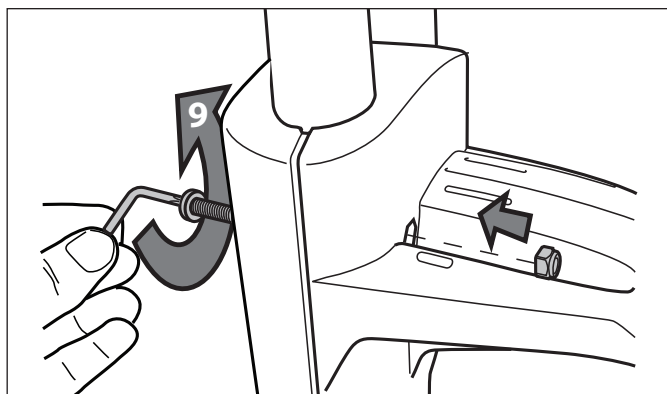
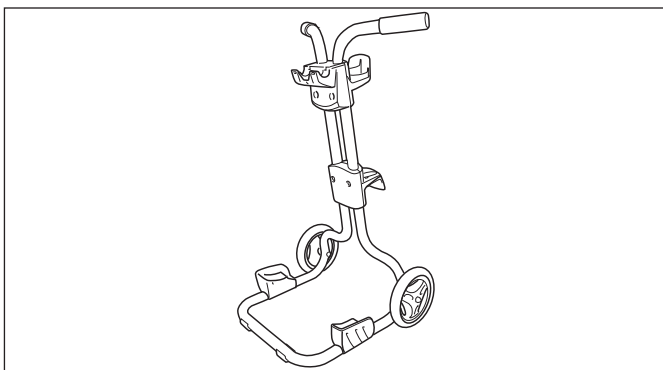

Figure 8. Fixer correctement la plaque du crochet du câble
Figure 9. Transport et rangement du chariot assemblé
- Fixer solidement la plaque du crochet du câble à l'aide de deux (2) boulons et de deux (2) écrous, puis serrer avec la clé Torx. Se référer à la Figure 8. Le chariot de déplacement est déjà prêt à être utilisé comme illustré à la Figure 9.